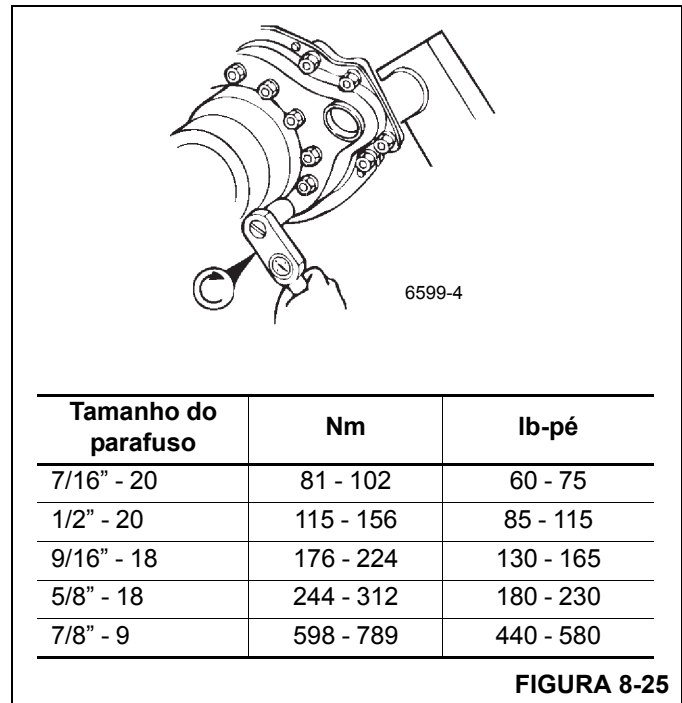

FIGURA 8-25
3. Aperte todos os parafusos das aranhas com o torque correto (Figura 8-25).
5. Se o suporte do eixo de comando foi removido, instale a vedação do suporte da câmara e o suporte na aranha. Aperte os parafusos com o torque correto (Figura 8-25).